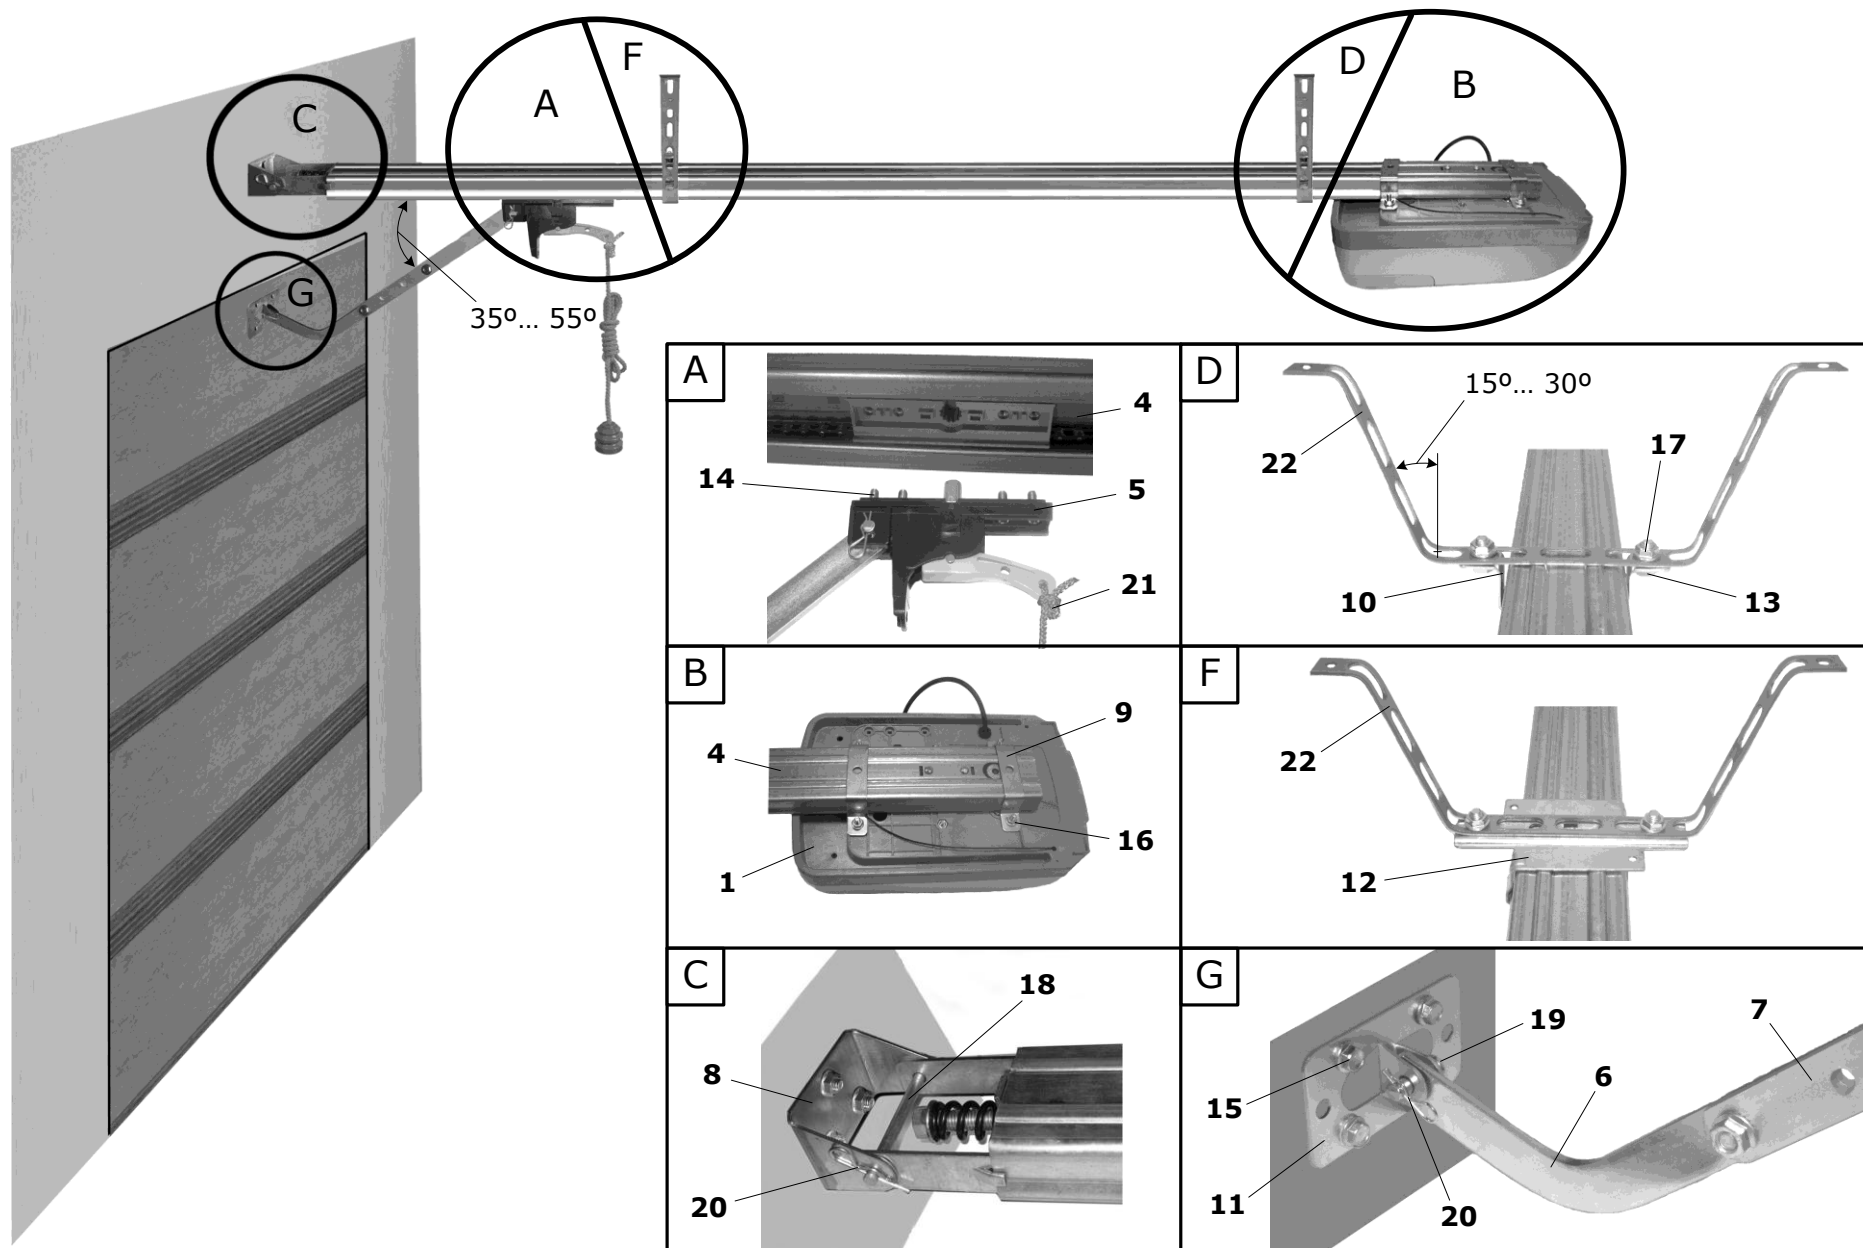

Рис. 2. Монтаж комплекта
Рейка поставляется в подсобранном состоянии. Для окончательной ее сборки необходимо (вид А, рис. 2):
Для присоединения привода к рейке (вид В, рис. 2) необходимо:
При креплении рейки к стене над воротами (вид С, рис. 2) необходимо:
- Закрепите U-образный кронштейн крепления рейки 10 (вид D, рис. 2) и изогнутую полосу крепления 22 на рейку вблизи привода с помощью двух болтов 13 и двух гаек 17. При расстоянии от рейки до потолка 5...130мм используется одна полоса крепления, изогнутая "П – образно" (рис. 2). При расстоянии от рейки до потолка 130...350мм используются две полосы крепления, изогнутые "Z-образно" (в этом случае для крепления рейки к потолку необходимы две дополнительные полосы крепления не входящие в комплект поставки).
- Установите кронштейн крепления рейки 12 (вид F, рис. 2) и изогнутую, в соответствии с выше описанным пунктом, полосу крепления 22 на рейку в месте, обеспечивающем наибольшую жесткость рейки (например, на расстоянии 1/3 длины рейки от проема ворот). Соедините кронштейн крепления рейки и полосу крепления с помощью двух болтов 13 и двух гаек 17.
Для соединения каретки рейки с полотном ворот (вид G, рис. 2) необходимо: